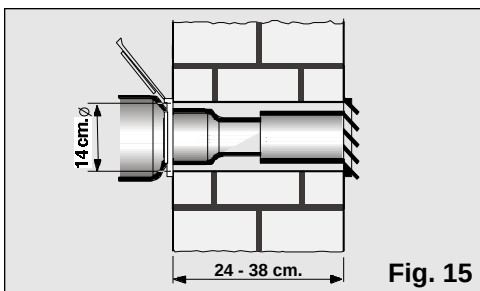

Fig. 15
- ❑ Para expulsar o ar quente através da parede é preciso efectuar um buracode 14 cm de diâmetro na mesma para colocar o isolador de passagem, Fig. 15.